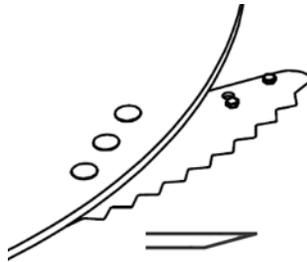

Figure 63 — Couteaux retournés, avec le revêtement de tungstène sur le dessus
3. Lorsque le revêtement de tungstène sous les couteaux commence à disparaître, retournez tous les couteaux pour que le revêtement de tungstène soit sur le dessus (Figure 63).